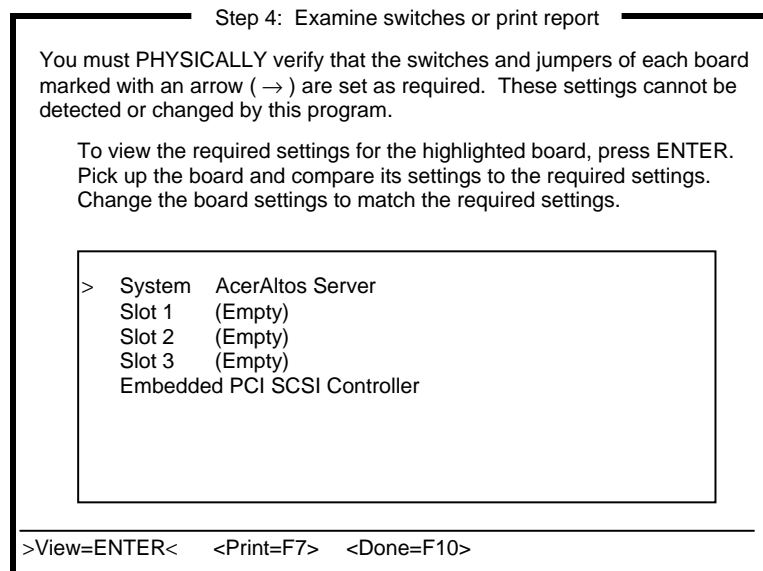

Abbildung 5-5 Schalter überprüfen oder Bericht ausdrucken
4. Step 4: Examine switches or print report wählen und dann **ENTER** drücken. Eine Bildschirmseite gemäß Abbildung 5-5 erscheint.